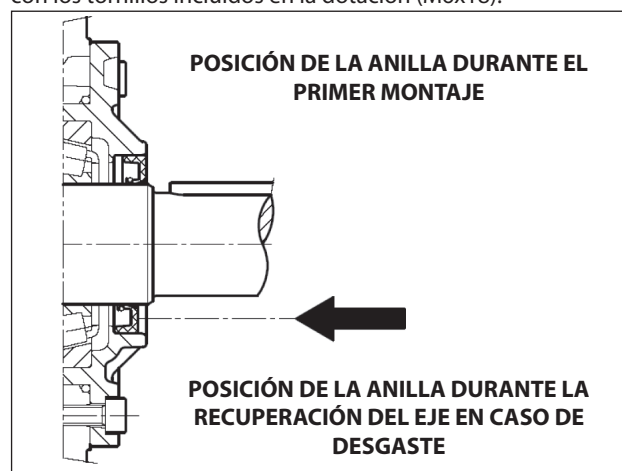

Fig. 7
Si es necesario sustituirla, colocar la nueva anilla utilizando la herramienta (cód. 27904800) como se indica en la Fig. 7.
**En el caso que el eje bomba presente un desgaste diametral en la zona de contacto con el labio de retención, con el fin de evitar tener que realizar la operación de rectificación, es posible volver a colocar la anilla hasta que encaje con la tapa como se indica en la Fig. 7.**